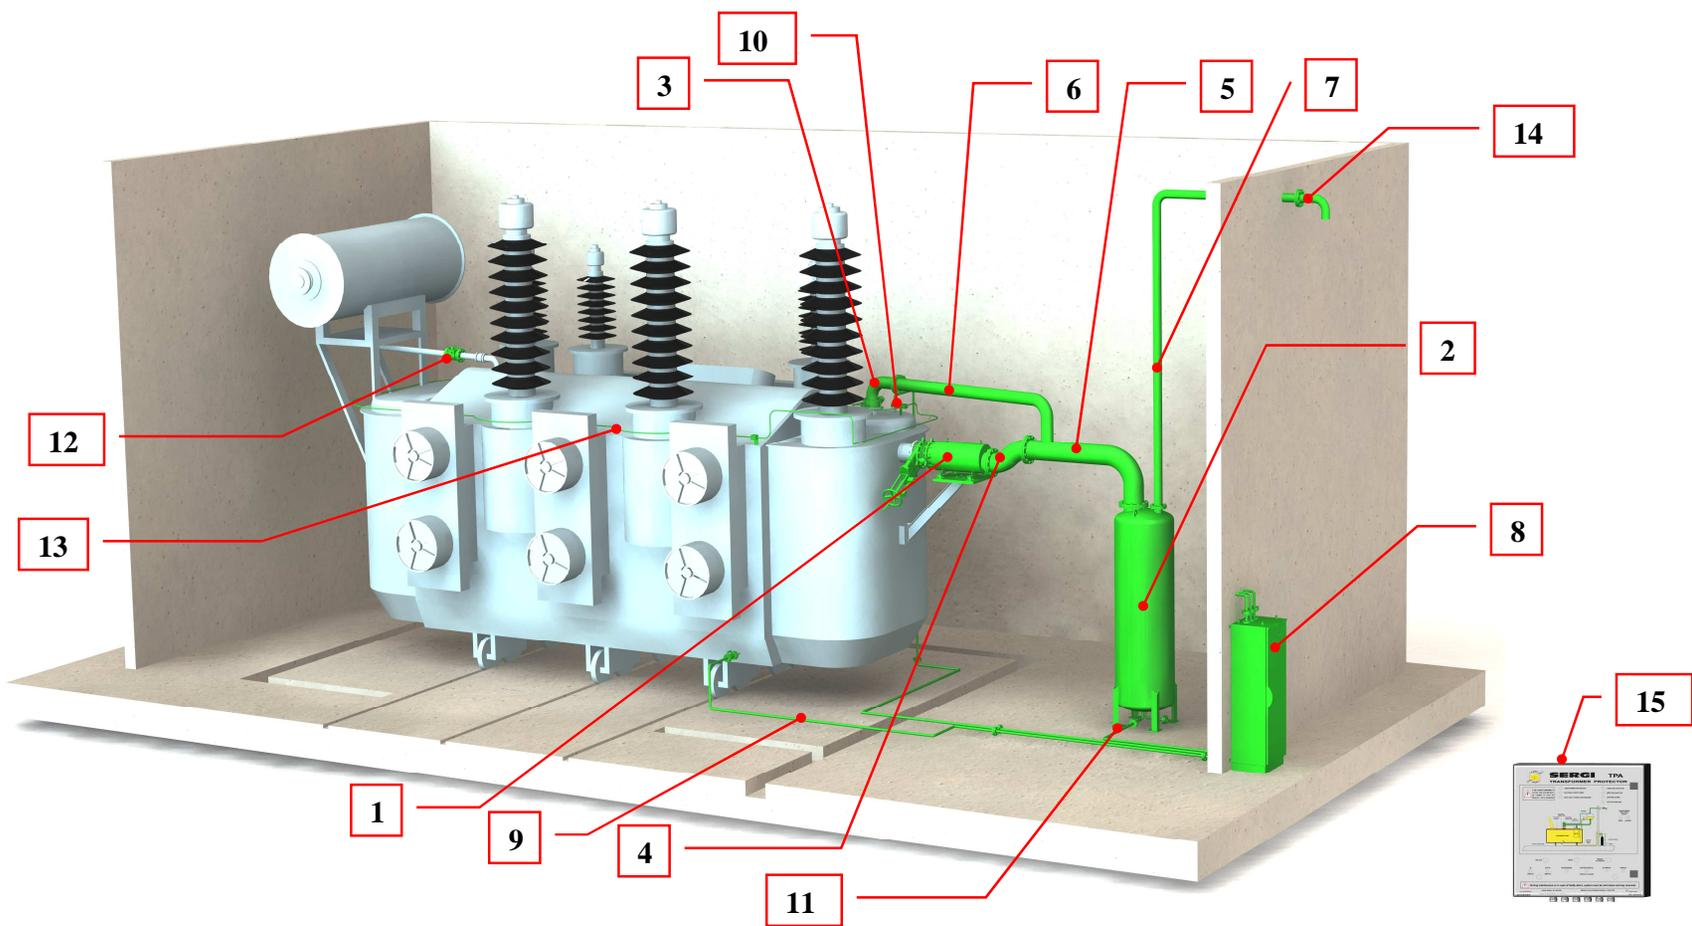

Рисунок 1: Общий вид системы TRANSFORMER PROTECTOR, тип МТРА
- Труба для слива масла: эта труба соединяет модуль депрессюризации с баком отделения масла и газов. Она предназначена для перемещения смеси масла и горючего газа. Эта труба пуста, когда система защиты трансформатора находится в дежурном режиме. См. позиции 5 и 6, рис. 1.
- Труба для отвода взрывчатых газов: это труба, через которую взрывчатые газы отводятся из бака отделения масла и газов наружу. Эта труба пуста, когда система защиты трансформатора находится в дежурном режиме. См. позицию 7, рис. 1.
- Труба для подачи азота из шкафа ТР в бак трансформатора, устройства РПН и кабельных вводах: эта труба используется для закачивания азота в трансформатор, устройство РПН и кабельные вводы. В ней находится масло, когда система защиты трансформатора находится в дежурном режиме. См. позиции 9 и 10, рис. 1.
- Труба для подачи азота из шкафа ТР в бак отделения масла и газов: эта труба используется для закачивания азота в бак отделения масла и газов, когда включается система защиты трансформатора. Она пуста, когда система защиты трансформатора находится в дежурном режиме. См. позицию 11, рис. 1.
### 2.2.1.4 Труба для подачи азота в БОМГ (позиция 11, рис. 1)